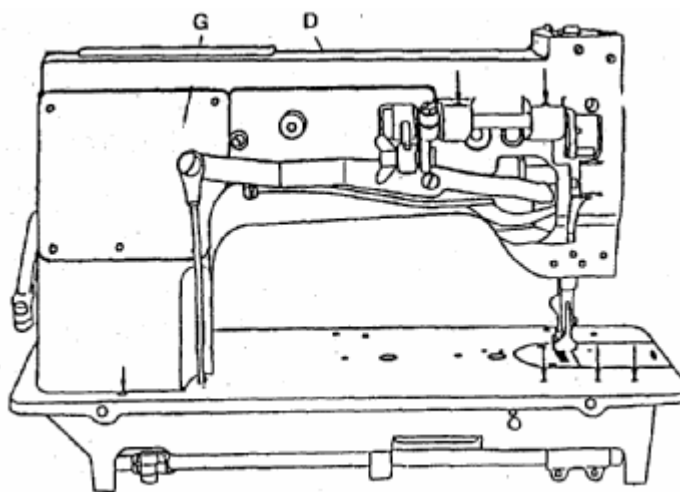
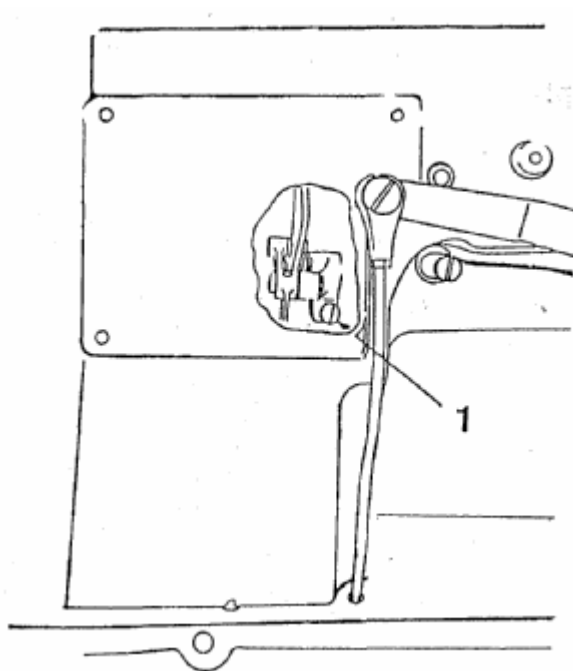

Рис. 3
Рис. 15
РЕГУЛИРОВКА ПРИЖИМА МАТЕРИАЛА (Рис. 3)
1. Снимите крышку (G, Рис. 3) и немного ослабьте винт (1, Рис. 15).